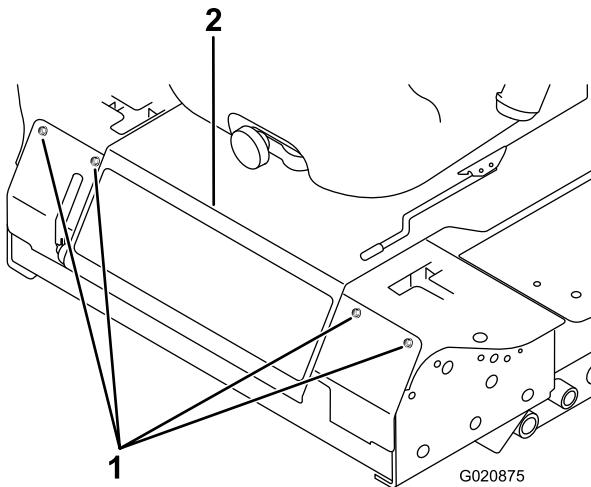

Figure 48
3. Retirez les boulons de fixation du panneau avant et déposez le panneau (Figure 48).